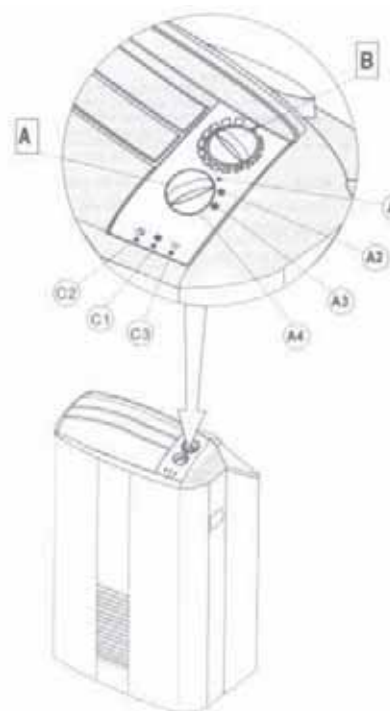

Abbildung 8
INSTALLATION ENTFEUCHUNG (siehe Abb. 8)
BEDIENUNG UND ANZEIGEN AM GERÄT (siehe Abb. 8)
- Das Klimagerät muss an einen Bodenablauf angeschlossen sein (siehe Abb. 8). Drehen Sie den Auswahlschalter (A) auf Kühlbetrieb mit niedriger Luftmenge (A4). Die Anzeige (C1) leuchtet auf.